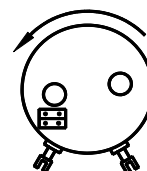

Abb.6
-Jumper "horizontal" platziert für Drehsinn gegen den Uhrzeigersinn. (Abb.6)